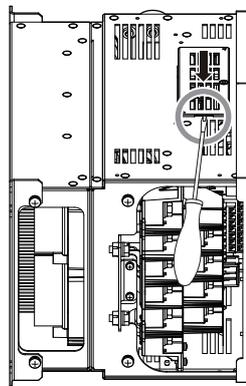

图 64 接口外罩的拆卸
3. 将一字螺丝刀插入图 64 中所示的凹处，向图 64 的箭头方向拉动接口外罩，将其从变频器上拆下。